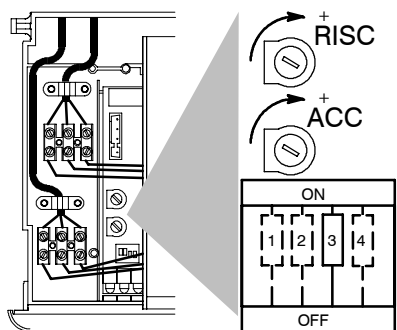

fig. 7.5
- 7 Verificare che l'accensione del bruciatore avvenga in modo uniforme ed eventualmente tarare il livello dell'accensione. Per tarare l'accensione spostare il micro selettore "3" fig. 7.5 in posizione OFF ed agire sul potenziometro "ACC" con un cacciavite appropriato fino a ottenere un'accensione corretta